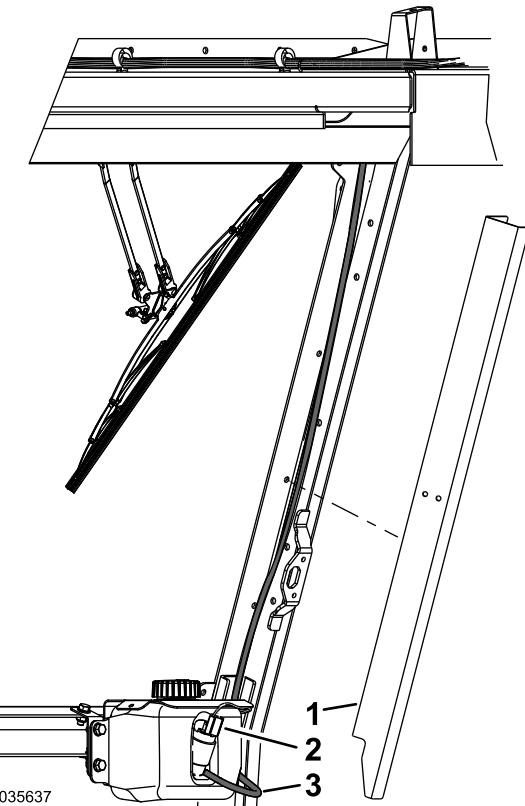

図 8
3. 柱からカバーを取り外す図8。
4. タンク内のポンプにホースを取り付け、ホースをワイパー用モータに接続する図8。
5. ハーネスのコネクタをタンクのポンプに接続する図8。
9. 柱にカバーを取り付ける図 8。